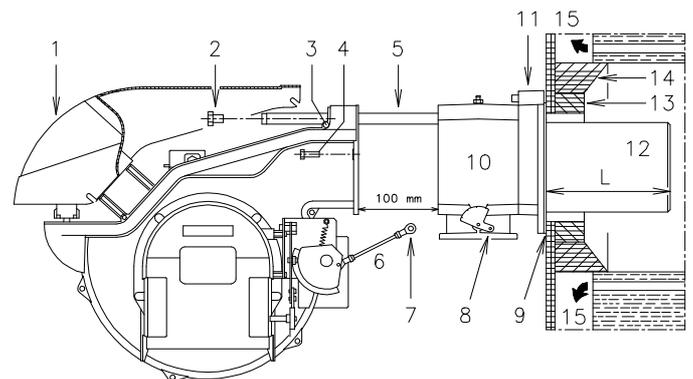

Fig. 10
Para calderas con pasos de humos delanteros 15) o con cámara de inversión de llama, colocar una protección de material refractario 13) entre el refractario de la caldera 14) y el tubo de llama 12). Esta protección debe permitir el desplazamiento del tubo llama. En calderas con frontal refrigerado por agua, no es necesario el revestimiento refractario 13)-14)(Fig. 10), salvo que lo indique el fabricante de la caldera.
- Separar el cabezal de combustión del resto del quemador, (Fig. 10):
Después de esta eventual operación, fijar la brida 9)(Fig. 10 en la pág. 16) a la placa de la caldera, interponiendo la junta aislante 7)(Fig. 10 en la pág. 16) suministrada en dotación. Utilizar los 4 tornillos que se suministran, después de haber protegido la rosca con algún producto antibloqueo.